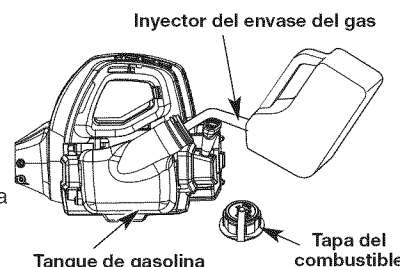

Fig. 9
1. Saque la tapa de la gasolina (Fig. 9).
2. Coloque el pico del recipiente de gasolina en el orificio de llenado del tanque de gasolina (Fig. 9) y llene el tanque.